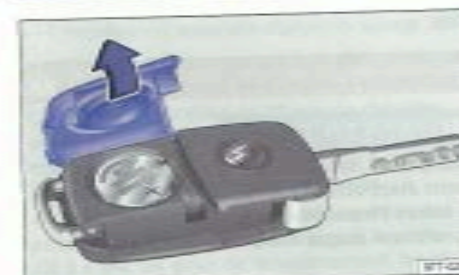

Fig. 22 Clé du véhicule : ouverture du couvercle du logement de la pile.
- Retirez le cache au dos de la clé du véhicule → fig. 22 en procédant dans le sens de la flèche → ①.
- Mettez en place le cache comme indiqué → fig. 22 et enfoncez-le sur le boîtier de la clé du véhicule en procédant dans le sens inverse de la flèche, jusqu'à ce qu'il s'endiquette.